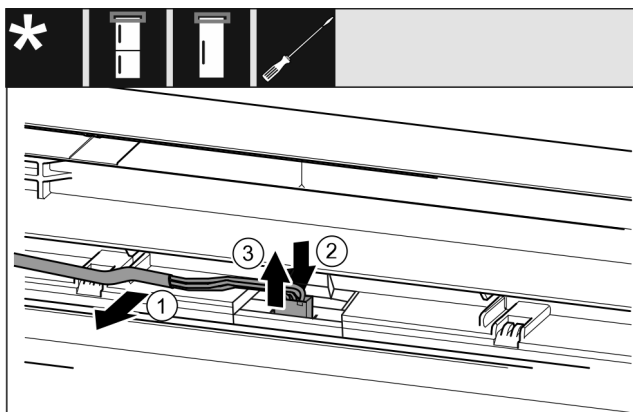

Fig. 22 Hladnjaci-zamrzivači / zamrzivači / hladnjaci*
- Oprezno otpustite kabel Fig. 22 (1) iz vodilice u vratima.*
- Pritisnite spojnicu Fig. 22 (2) iza utikača prema natrag.*
- Oprezno izvucite utikač Fig. 22 (3) prema gore.*